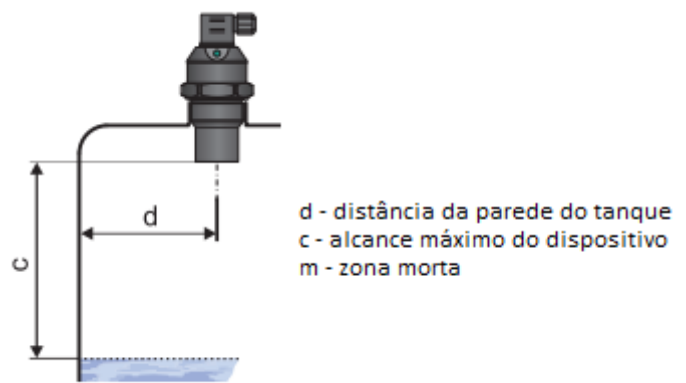

Fig.3: Distância do dispositivo à parede do reservatório
- Os parâmetros mínimos dimensionais para a instalação na tampa ou no teto do tanque são listados na Fig.3.